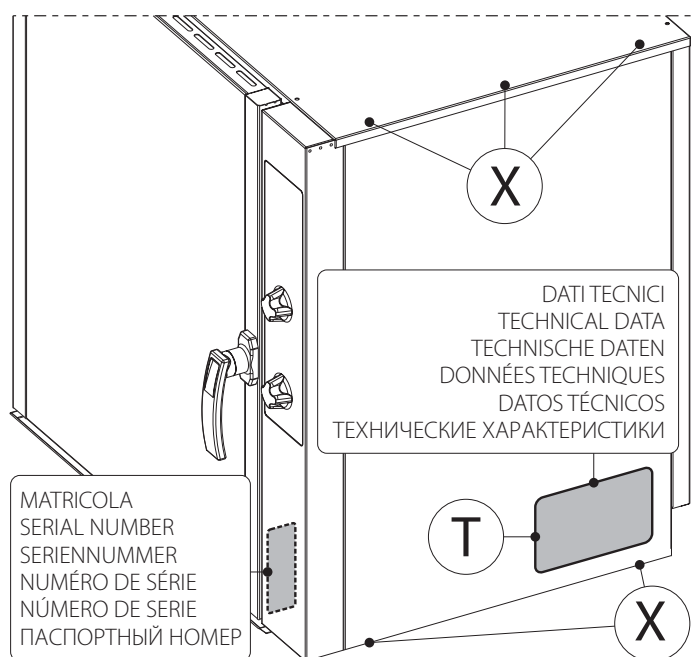
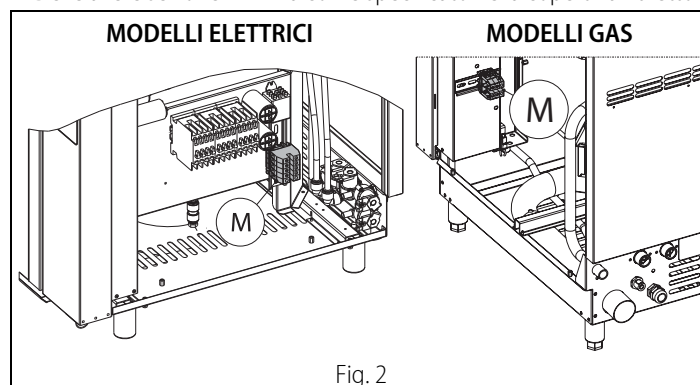

Fig. 1.1
Fig. 2
**i** La targhetta dati tecnici | T | fig.1.1 in poliesteri adesivo si trova all'interno e all'esterno del fianco destro.
Per accedere alla morsetteria | M | fig. 2 rimuovere il pannello svitando le viti | X | fig.1.1 poste nella parte inferiore e superiore dello stesso. Seguendo le indicazioni dello schema elettrico, collegare i conduttori del cavo d'alimentazione alla morsetteria. Tenere inoltre il cavo in appoggio sul fondo bloccandolo con l'apposito pressa cavo | ⚡ | fig. 1. È indispensabile collegare l'apparecchiatura ad un'efficace presa di terra e, a tale scopo, in prossimità della morsetteria d'allacciamento vi è una vite con il simbolo  $\perp$  al quale va allacciato il conduttore di terra. L'apparecchiatura deve inoltre essere inclusa in un sistema equipotenziale, tale collegamento viene effettuato mediante una vite contrassegnata dal simbolo | ⚡ | fig. 1 posta sul retro dell'apparecchio. Il filo equipotenziale deve avere una sezione di 10 mm2.